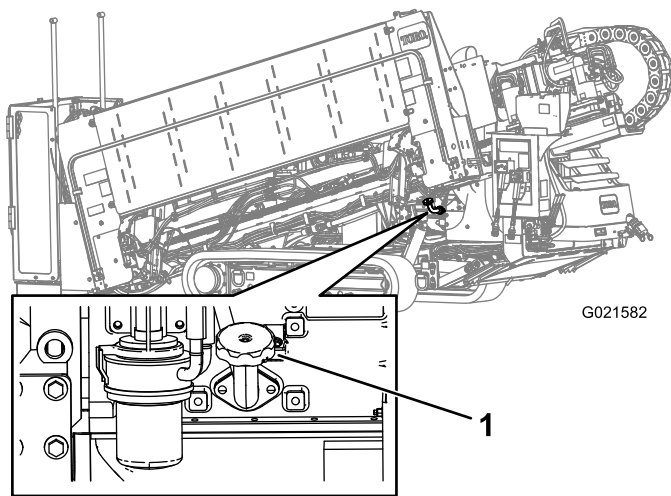

Figura 85
- A. Retire a tampa do tubo de enchimento (Figura 85) e adicione óleo até o nível alcançar a marca MAX (H). Não ultrapasse essa marca.